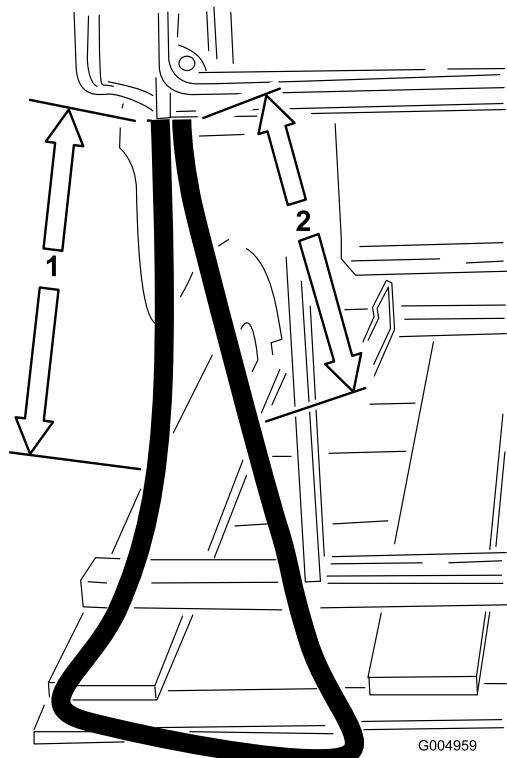

Figura 11
3. Mida 43,1 cm (17 pulgadas) desde el punto en que la manguera sale del bastidor, marque la manguera y corte la manguera en este punto (Figura 11).
manguera sale del bastidor, marque la manguera y corte la manguera en este punto (Figura 11). Esta será la manguera de retorno.